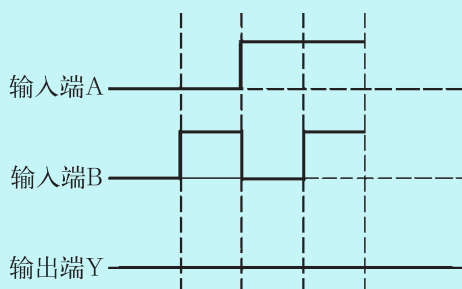

图 2.37 二输入端或门电路波形图
2. 完成或门电路的波形图（图 2.37）和真值表（表 2.8）。